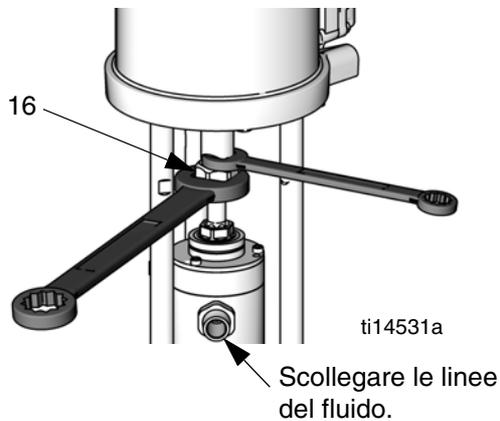

FIG. 26. Allentamento del dado di giunzione
2. Scollegare il condotto del fluido dall'uscita della pompa. Vedere FIG. 26.
3. **Pompe Merkur:** Rimuovere lo schermo del tirante (26).